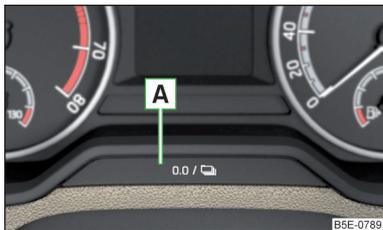

Abb. 23
- › Die Taste **A** » Abb. 23 auf Seite 44 antippen.
- › Die Taste **A** » Abb. 23 gedrückt halten, bis im Display der Menüpunkt **Uhrzeit** angezeigt wird.